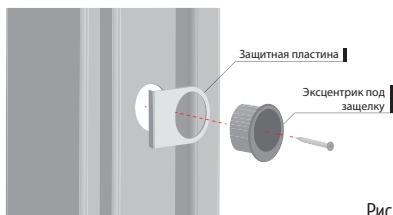

Рис. 3
3.13. Снова проверьте работоспособность замков, прилегание полотна к коробу и усилие при закрытии двери. После этого закрепите короб анкерами на обеих вертикальных стойках через монтажные отверстия в его средней части, контролируя при этом их прямолинейность. Если дверь укомплектована эксцентриком с или без защитной пластины, то после их установки (рис. 3) произведите регулировку притвора двери.